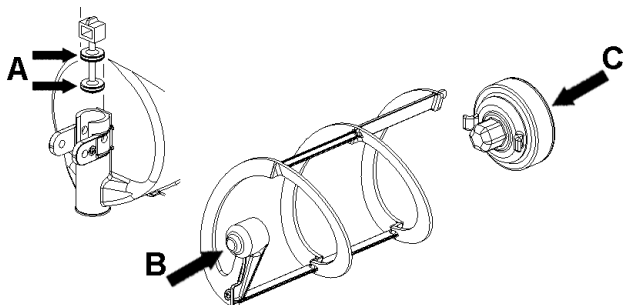

figura 11
- 2 Lubrificare il pistone rubinetto, il raschiatore esterno e il rotore magnetico esterno (nei punti A, B e C indicati in figura 11) utilizzando esclusivamente il grasso fornito dal fabbricante o altro grasso per uso alimentare.